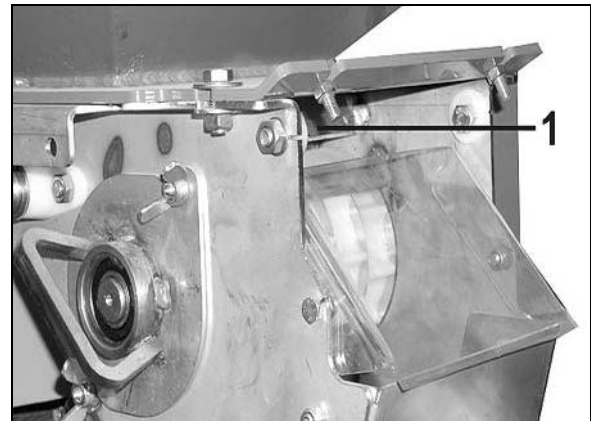

Рис. 56
2. Заслонку (Рис. 56/1) переместите до упора в дозатор.